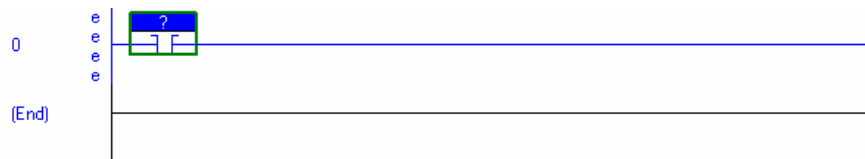

Figura 3.10 Zona de edición, colocación de una condición
b) Seleccione la pestaña de instrucciones de **Bit**, luego haga clic en el **icono XIC (eXamine If Closed)** en la barra de herramientas. Éste es el método de introducir una instrucción en un renglón, el resultado de muestra en la figura 3.10.